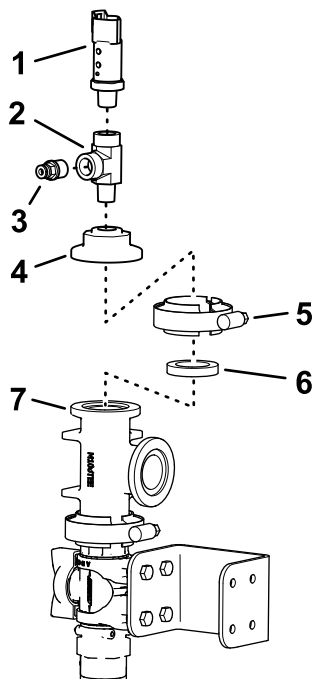

Figura 43
8. Aplicai agent de etanare PTFE pe filetele cuplajului i conectai cuplajul la fittingul în T (Figura 43).
9. Aplicai agent de etanare PTFE pe filetele fittingului în T i conectai fittingul în T la capacul fittingului (Figura 43).
10. Montai traductorul de presiune la fittingul în T, aa cum se arată în Figura 43.
11. Montai capacul fittingului i ansamblul traductorului la supapa de control cu o garnitură i o clemă cu flană i strângei cleva manual (Figura 43).